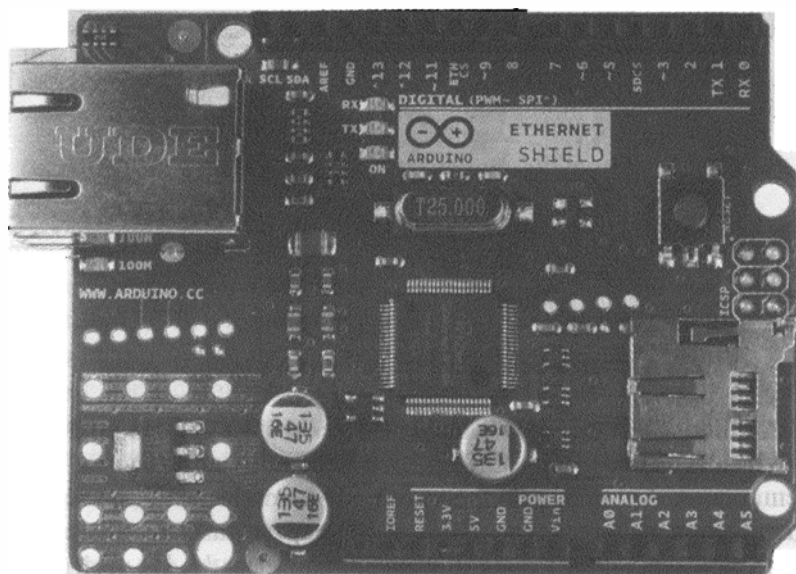

Рис. 13.9. Плата расширения Arduino Ethernet SD shield
- ◆ **Official Arduino Ethernet SD shield** (<http://www.exploringarduino.com/parts/arduino-ethernet-shield>) (рис. 13.9) позволяет подключить плату Arduino к проводной сети. Переходник также реализует интерфейс SD-карты, хотя в основном он служит для хранения файлов, которые будут доступны через сеть. Оба контроллера (Ethernet и SD-карты) на этом переходнике являются SPI-устрой-